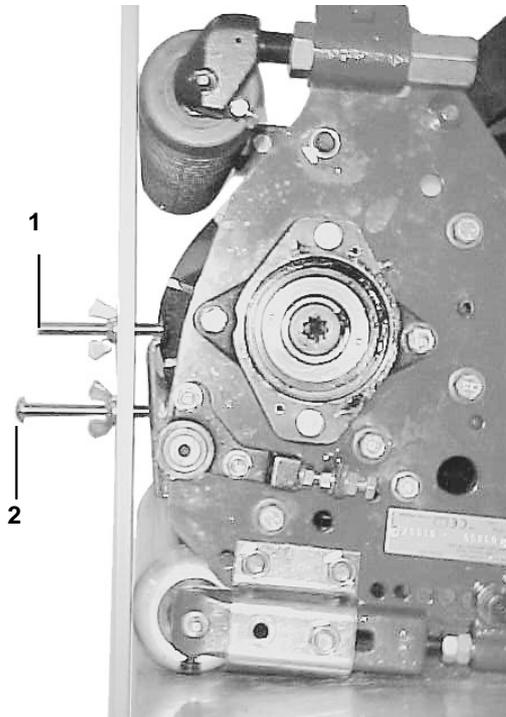

Bild 23
2. Legen Sie die Meßlehre mit nach hinten gekipptem Schneidwerk über die vordere und hintere Walze. Die erste Schraube muß eng über die Kante des Untermessers passen, während das Ende der zweiten Schraube die Unterseite des Untermessers (Bild 23) berühren muß. Kontrollieren Sie die hintere Walze (Schnitthöhe) an beiden Seiten des Untermessers.